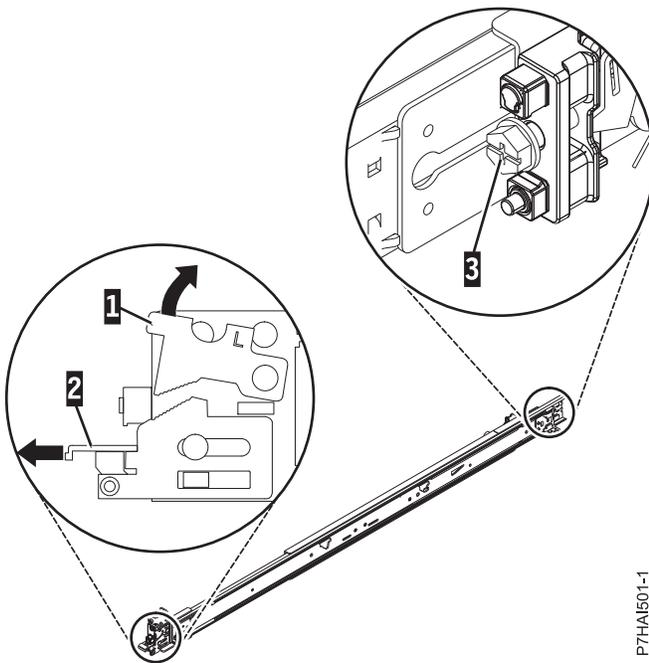

図 2. 前部ラッチを開いて後部のねじを取り外す
2. 前面のロックング・タブ (1) を押し上げて、レールの前部にある前面ラッチ (2) を引き出します。次に、レール (3) の後部からねじを取り外します。詳しくは、図 2を参照してください。